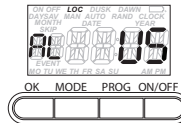

Fig. 4
7. Para aceptar el ajuste de horario de verano AUTO presione OK y continúe con el paso 8. Para desactivar el ajuste de Horario de verano (Por ejemplo, en Arizona o Hawái) gire la perilla para mostrar MAN parpadeante y luego presione OK. Se mostrará LOC en la parte superior de la pantalla. (Fig. 4) Continúe con el paso 13.
8. Los pasos del 8 al 10 le permiten cambiar las fechas de ajuste del Horario de verano (DST). El temporizador viene ajustado de fábrica con los reglamentos de Horario de verano de EE. UU. vigentes desde 2007 en adelante. La pantalla mostrará ON DAY SAV (Horario de verano encendido), un 03 parpadeante y WK 02 (Semana 02), lo que significa que el temporizador se ajustará hacia adelante el 2.º domingo de marzo. Continúe con el paso 9 si necesita cambiar los ajustes de fábrica o presione OK varias veces para aceptar los ajustes de fábrica hasta que aparezca LOC en la parte superior de la pantalla y continúe con el paso 13. (Fig. 4)